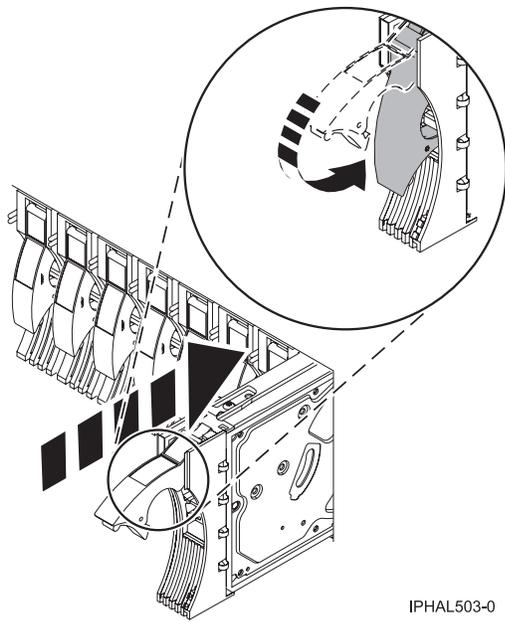

Figure 1. Installation d'une unité de disque dans un système
9. Faites glisser complètement l'unité de disque ou unité SSD dans l'unité centrale (voir figure 1, à la page 7).